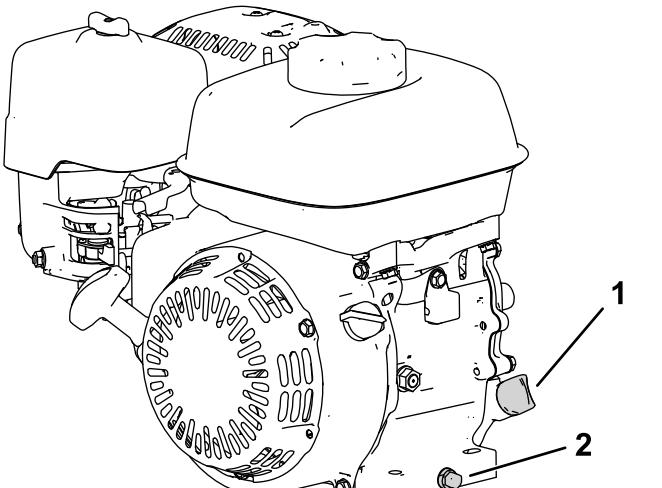

图27
- 调整机器使发动机保持水平并清洁加油管周围的区域 图27。
3. 取出排油塞、垫圈和量油尺图27。